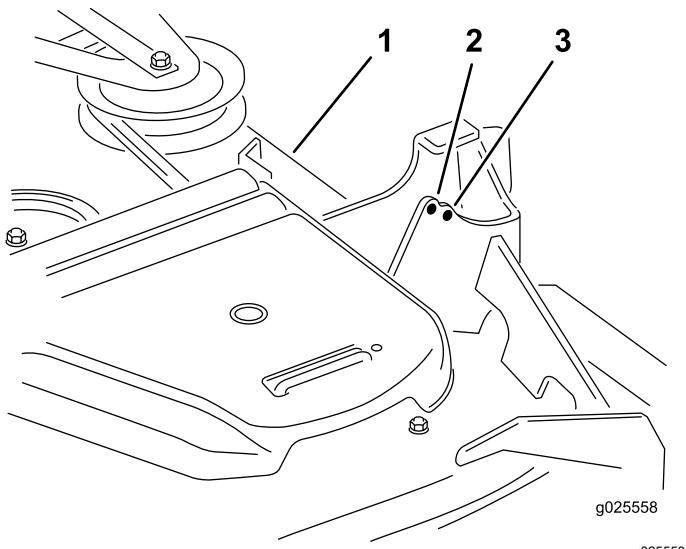

Bild 84
**Hinweis:** Das Mähwerk wird werkseitig in den vorderen Löchern befestigt (Bild 84). Verwenden Sie ggf. die vorderen Löcher, wenn Sie bei der Nivellierung des Mähwerks weitere Einstellungen benötigen.